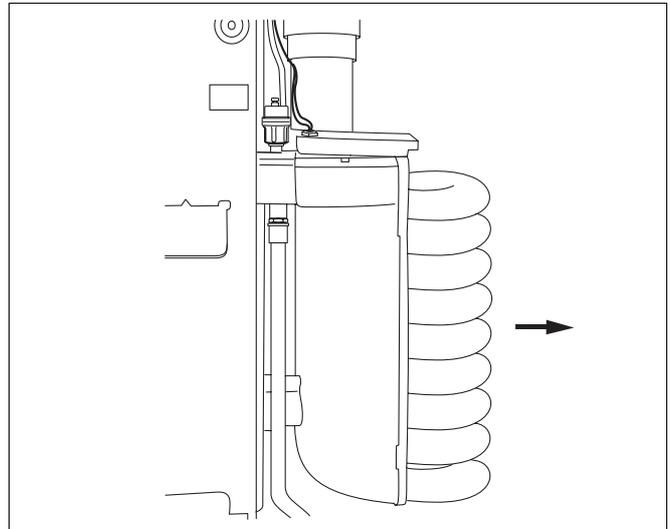

Fig. 43 Estrarre lo scambiatore di calore
- Estrarre dal davanti lo scambiatore di calore a spirale. Scaricare l'acqua residua dello scambiatore di calore nella vasca di condensa (fig. 43).